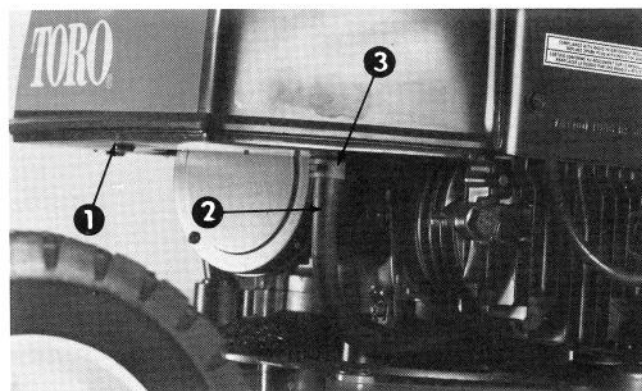

Figure 23
2. Placez un bac à vidange peu profond, propre, sous le réservoir à essence (Fig. 23).
3. Comprimez les bouts du collier qui serre la conduite d'essence sur la raccord du réservoir (Fig. 23), puis glissez-le le long de la conduite.